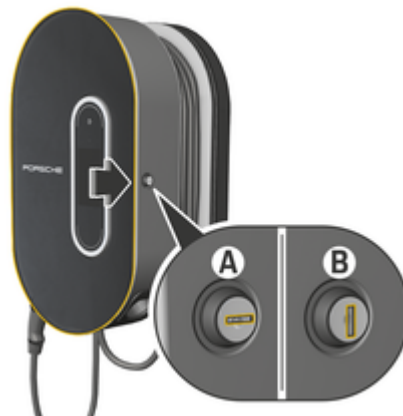

Рис. 18: Зарядная док-станция
- ▶ Поверните замок в положение **A** (Рис. 18).
- ▶ Поверните замок в положение **B** (Рис. 18).